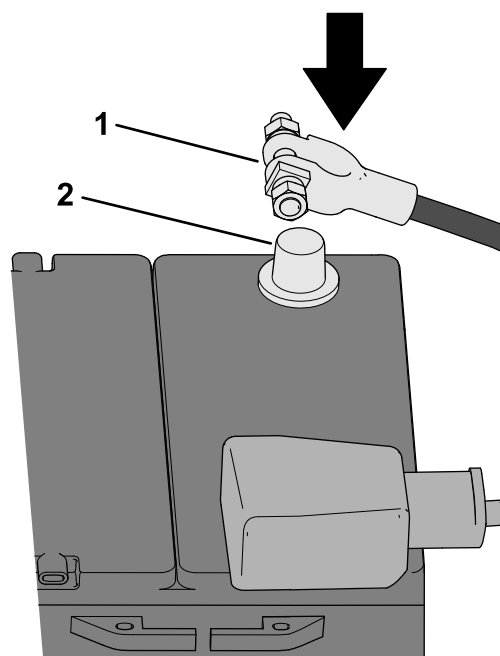

図 7
3. マイナスバッテリーケーブルをバッテリー端子に接続する図 7。